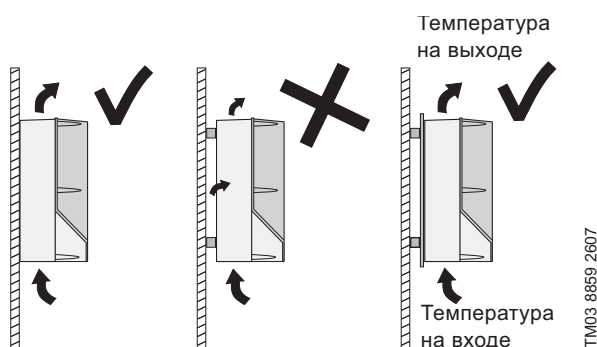

Рис. 35 Вешайте устройство CUE непосредственно на стену или устанавливайте на пластину
- Вешайте устройство CUE непосредственно на стену или устанавливайте на пластину (см. рис. 35).
P - мощность потерь всего оборудования, встроенного в один шкаф. Вычислите мощность потерь P преобразователя CUE, умножив номинальную мощность на валу P2 на (1-кпд). ΔT - разность между максимальной температурой охлаждающего воздуха на выходе из CUE и температурой окружающей среды на входе (см. рис. 35).